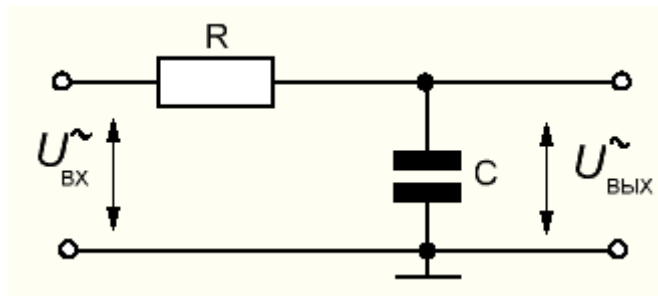

Рис. 2.12
- Соберите схему RC фильтра нижних частот, изображенного на рис. 2.12. Резистор $R = 1$ кОм, конденсатор $C = 0.1$ мкФ. Первый канал осциллографа подключается для измерения входного напряжения, второй канал подключается для измерения выходного сигнала.